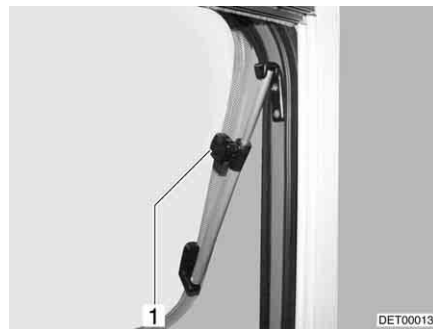

Fig. 99 Lanterneau avec bras pivotants, ouvert
- Ouvrir le lanterneau jusqu'à la position voulue et le bloquer avec la molette (Fig. 99,1).
- Tourner la molette (Fig. 99,1) jusqu'à ce que le dispositif de blocage soit libéré.